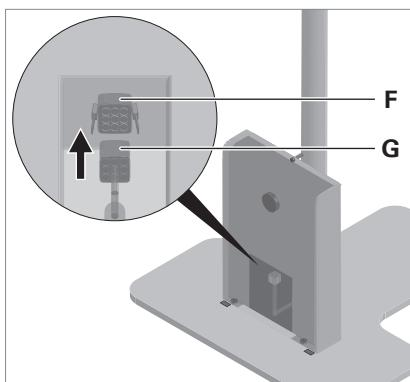

Fig. 4: Collegare l'unità di alimentazione.
- ▶ Inserire la spina **G** nella bussola **F**, vedi Fig. 4.